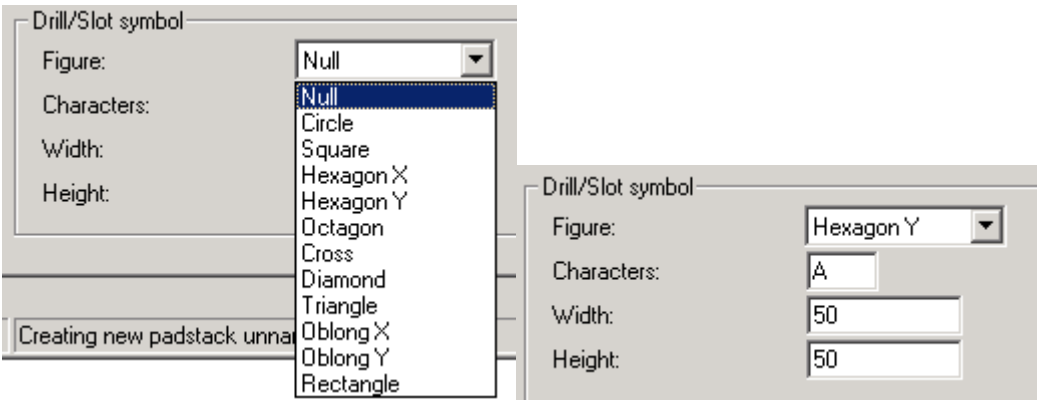

图 6-6 钻孔符号的设定
- [Drill symbol]栏用于设定生成钻孔文件时用某种符号和字符来惟一地表示某一类型的过孔以示区别。如图 6-6